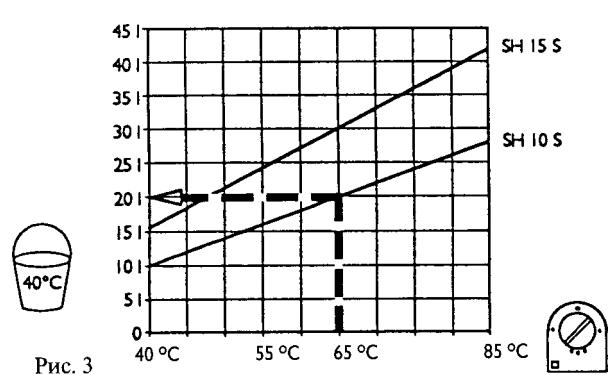

Рис. 3
Количество смешанной воды (рис. 3) зависит от установленной температуры.
- большое количество смешанной воды (рис. 3).